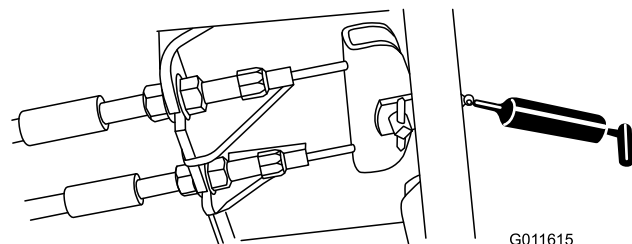

Figure 77
- Pédale de frein (1) (Figure 77)